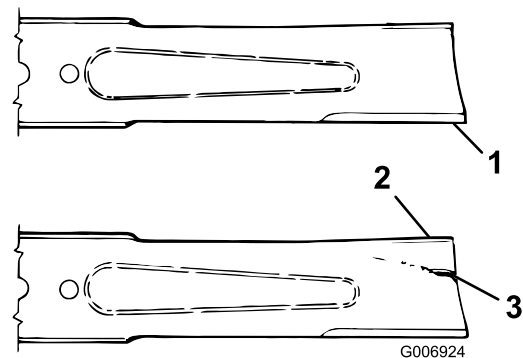

Bild 17
3. Prüfen Sie die Schnittkanten des Messers sorgfältig, insbesondere dort, wo die geraden Flächen die gebogenen berühren (Bild 17).
4. Wenn Sie Abnutzungen (Bild 17) feststellen, sollten Sie das Messer auswechseln, siehe Warten des Messerniveaus \(Seite 12\)
Wenn sich das Messer abwetzen kann, bildet sich ein Schlitz zwischen dem Windflügel und dem flachen Teil des Messers (Bild 17). Zuletzt kann sich ein Stück des Messers lösen und aus dem Gehäuse herausgeschleudert werden. Das kann zu schweren Verletzungen bei Ihnen selbst und Unbeteiligten führen.